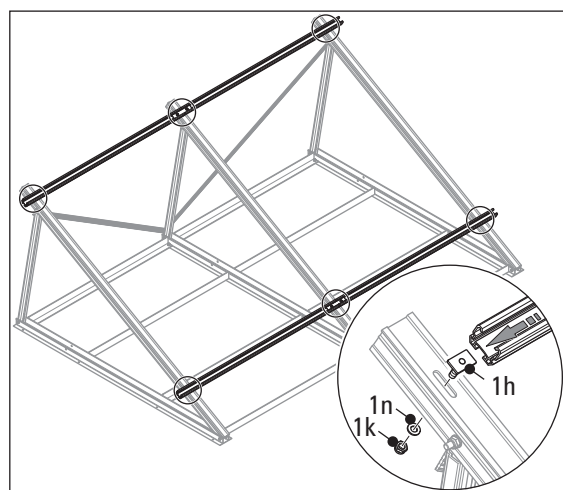

Bild 3-12 Montageprofilschienen montieren, 2. Schritt
15. Untere und obere Montageprofilschiene mit den Klemmverschraubungen (Klemmsteine (Pos. 1h), Unterlegscheiben (Pos. 1n) und Sechskantmutter mit Sperrverzahnung (Pos. 1k)) unter Berücksichtigung des Abstandes (Y_2) zur Unterkante der Auflageschiene sowie des Abstandes (Y_1) zwischen den Montageprofilschienen (siehe Tab. 3-1 und Bild 3-12) montieren.